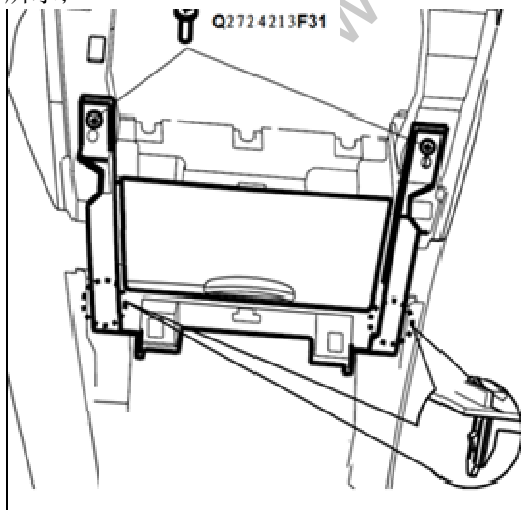

图 1.6.6 前烟灰盒总成的拆卸
- (1) 先用螺丝刀将固定前烟灰盒与仪表板下本体的两个螺钉（Q2724213十字槽盘头自攻螺钉）依次松开并取下螺钉。然后用一字螺丝刀沿烟灰盒座与副仪表板本体安装点处边沿撬启，使两卡脚脱离安装孔，然后用手把卡脚完全拔出取出烟灰盒总成。如图1.6.6所示；